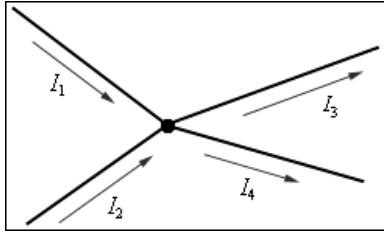

Рис. 6 Узел электрической цепи. $I_1, I_2 > 0$; $I_3, I_4 < 0$
1. Алгебраическая сумма сил токов $-I_i$, сходящихся в любом узле (узел – соединение не менее трех проводников), равна нулю (рис. 6)